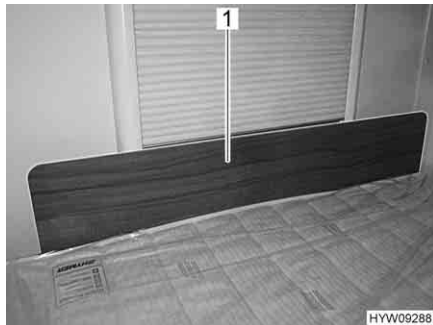

Fig. 105 Pannello di protezione/protezione anticaduta
- Inserire il pannello di protezione (Fig. 105,1) davanti alla finestra, tra il materasso e il telaio della finestra. L'effetto di serraggio del materasso mantiene il pannello di protezione in posizione, davanti al telaio della finestra.